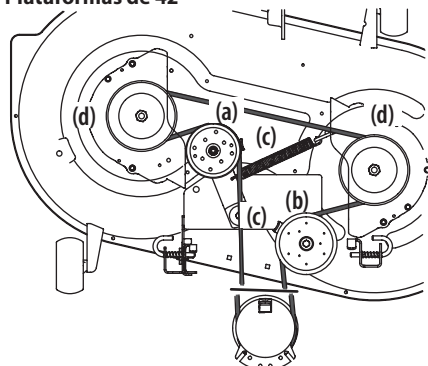
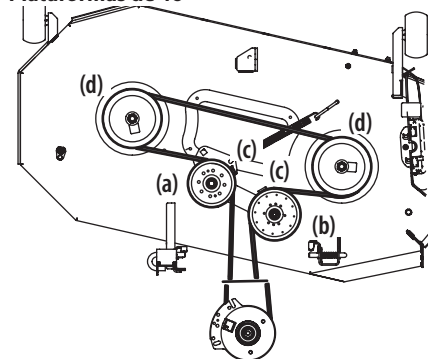
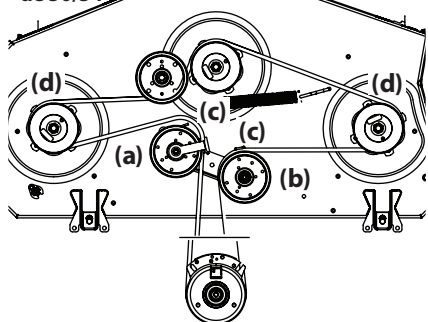
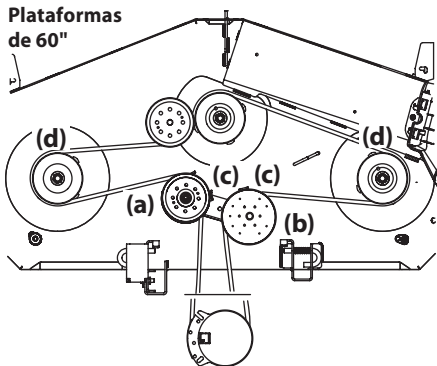

Figura 46
Figura 47
Figura 48
Figura 49
2. Afloje, pero no quite los herrajes de la ppolea loca a la derecha (a) y la izquierda (b). Consulte la Figura 46 para las plataformas de 42", la Figura 47 para las plataformas de 46", la Figura 48 para las plataformas de 50" y 54" y la Figura 49 para las plataformas de 60".